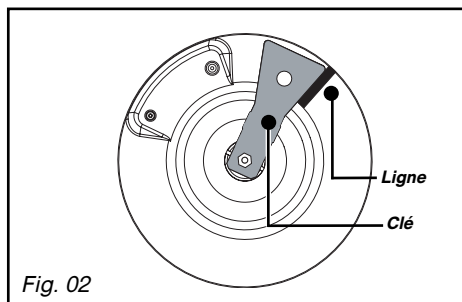

Fig. 02
— **Raccordement avec un tuyau flexible** caoutchouc renforcé **à embouts mécaniques** vissables (conforme à la norme XP D 36-112) dont la durée de vie est de 10 ans (Fig. 02).
- Tracez une ligne sur la plaque d'âtre à l'aide d'un crayon à l'endroit indiqué (Fig. 02).